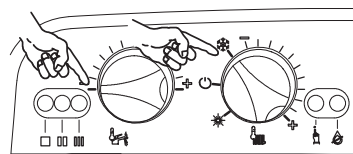

Рис. 32
- 1 Поверните регулятор "зима/лето" на панели управления в положение ❄, а регулятор температуры горячего водоснабжения - как изображено на Рис. 32.
Чтобы выйти из режима программирования поверните установите регулятор "зима/лето" котла на панели управления в положение ☀ или **OFF** (Рис. 32)